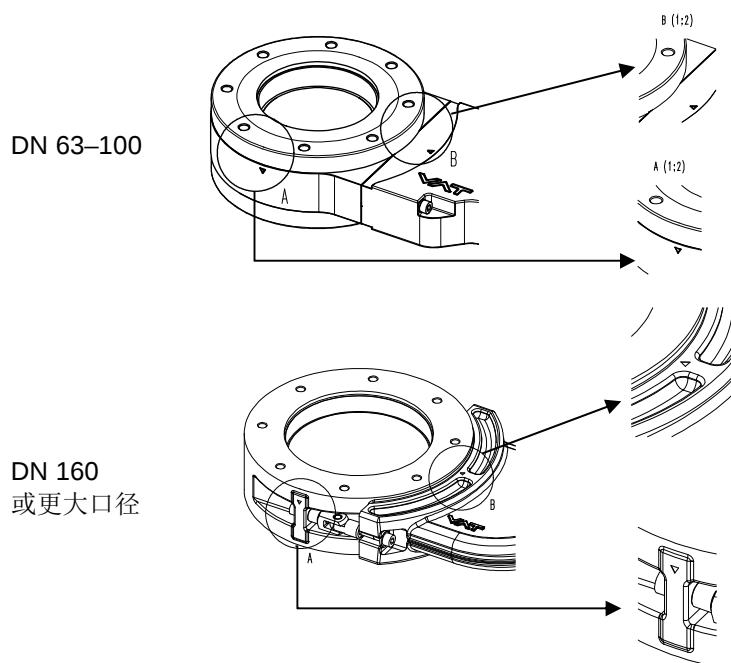

Figure 6-2
10. 从槽内取出阀板密封圈(1)；详见图 6-2；须使用 O 型圈拆卸工具。
12. 装上新阀板密封圈(1)；详见图 6-2。
确保有阀板(2)，见图 6-2；在阀座侧符号；参见 19 页图 6-4。